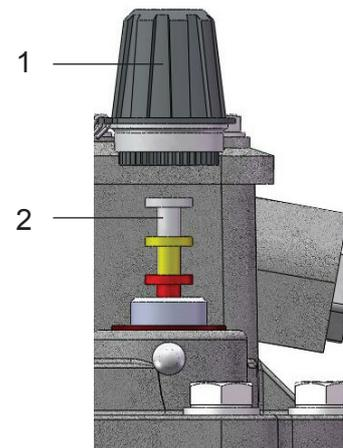

Рис. 9 - Кнопка контроля
- Отвинтить большую глухую гайку (рис. 9/1)
- Контрольную кнопку (рис. 9/2) вжать наполовину и удерживать в этом положении (Контроль верхней системы коммутации – аварийная сигнализация)